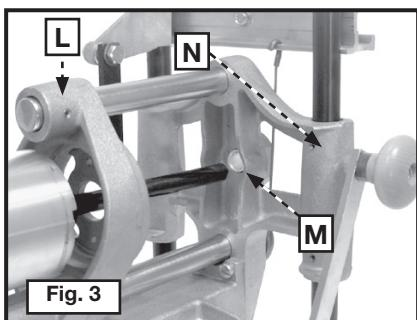

Fig. 3
2. Meta el eje acanalado del cortador (Fig. 3) por el montaje del motor (L) y en el manguito de ranuras espirales (M) de la armazón principal (N). Coloque el motor como está ilustrado en la Fig. 8 y asíéntelo en el montaje del motor.